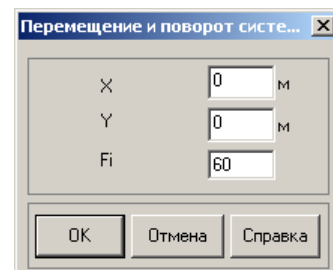

Рис.1.7.8. Окно диалога **Перемещение и поворот системы координат**
- В окне диалога **Перемещение и поворот системы координат** (рис. 1.7.8) задайте следующие параметры: